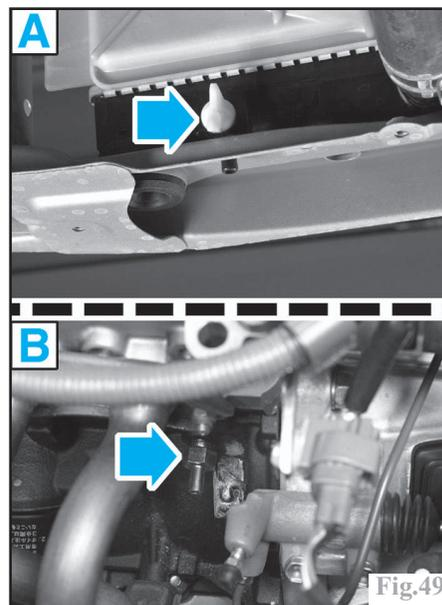

Fig.49
Ouvrir le robinet de vidange du radiateur (A) (situé en bas à gauche de celui-ci) ainsi que le bouchon de vidange du bloc-cylindres (B) (situé à l'avant gauche du bloc-cylindres) (Fig.49).